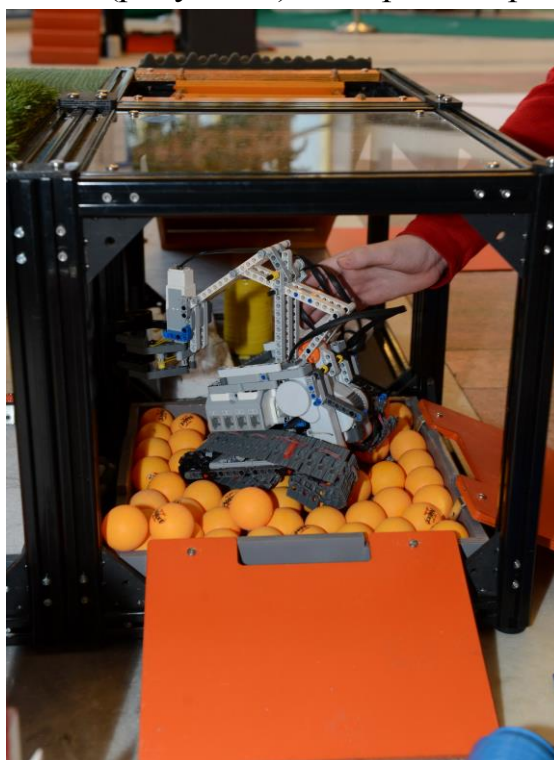

Рисунок 5 - «Шарики»
- 1.5.4. Участок, представляющий собой **короб с шариками для тенниса** – в короб насыпано 15-20 пластиковых шариков для пинг-понга (диаметр 40 мм) в один слой (рисунок 5). Габариты короба 340х340х40.